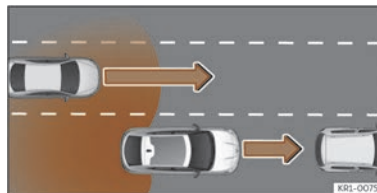

Abb. 145 Überholen mit Verkehr im hinteren Bereich.
- Bei einer Überholung durch ein anderes Fahrzeug >>> (**Abb. 145**).